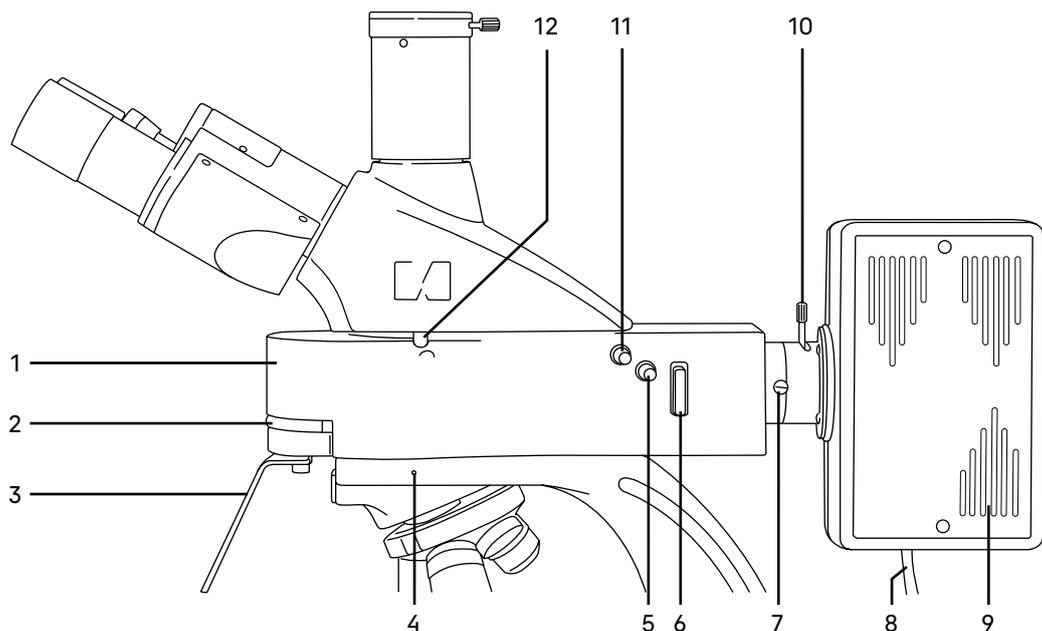

Рис. 3. Люминесцентная насадка
Общий вид люминесцентной насадки представлен на рис. 3.
Корпус люминесцентной насадки 1 (рис. 3) устанавливается в отверстие верхнего фланца штатива и закрепляется винтом 4 (рис. 3).
На корпусе насадки находится соединительный переходник, посредством которого корпус соединяется с фонарем ртутной лампы 9 (рис. 3). Защитный экран 3 (рис. 3) крепится к корпусу двумя винтами.
Металлическая пластина светового барьера 6 (рис. 3) установлена в паз корпуса насадки. Пластина имеет три положения:
В корпусе насадки находится поворотная турель с четырьмя люминесцентными фильтрами. Перемещение турели в корпусе насадки обеспечивается поворотом кольца 2 (рис. 3). Фиксированное положение рукоятки под символом означает включение в ход лучей соответствующего набора.
Кольцо перемещения турели может быть зафиксировано в одном из пяти положений, соответствующем одному из четырех типов фильтров, смонтированных на турели: синий (B), зеленый (G), фиолетовый (V) и ультрафиолетовый (UV) или нейтральное положение (O). Маркировка каждого фильтра соответствует цвету лучей возбуждения и нанесена на кольцо 2 (рис. 3) в виде символа.
Фонарь ртутной лампы 9 (рис. 3) крепится на корпус насадки 1 (рис. 3) винтом 7 (рис. 3). В кожухе фонаря ртутной лампы расположен коллектор, который проецирует изображение источника света, светящуюся разрядную дугу ртутной лампы, в выходной зрачок объектива микроскопа. Перемещение коллектора вдоль оси осуществляется рукояткой 10 (рис. 3).
Установите кольцо перемещения турели люминесцентных блоков **2** (рис. 3) в положение «0».
Установите пластину **7** (рис. 3) в положение «заглушка».